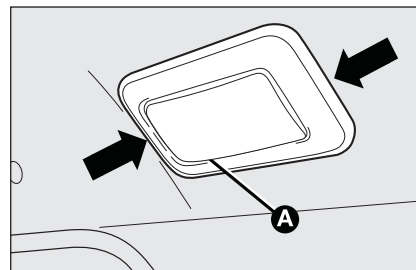

fig. 40
- ☐ trek het plafondlampje **A-fig. 40** los bij de door de pijlen aangegeven punten;